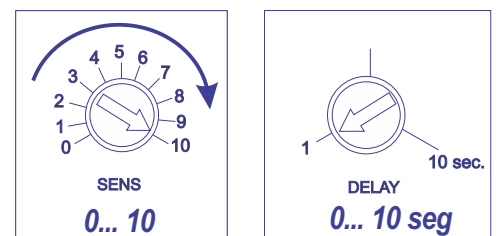

Figura 2
2 - Com o tanque cheio de produto, gire o trimpot SENS no sentido horário até o LED vermelho (L2) acender. Se o LED (L2) não acender, considere a posição final (10) da escala, conforme figura 2.